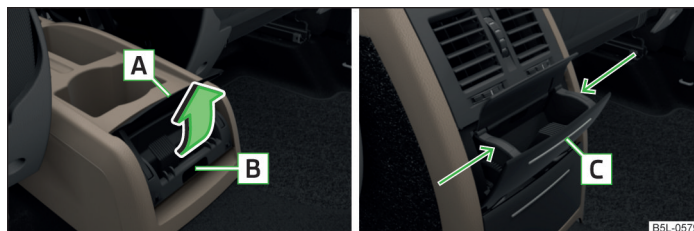

Fig. 63 Cenicero trasero: consola central baja / consola central alta
- > Agarre la tapa del cenicero por el borde  y ábrala en el sentido de la flecha » fig. 63.
- > Agarre el cenicero por el tirador  » fig. 63 y extraígallo hacia arriba. ▶
► Presione la parte superior de la tapa del cenicero en la zona **C** » fig. 63.
► Agarre el suplemento de cenicero por la zona de la flecha » fig. 63 y extráigalo.